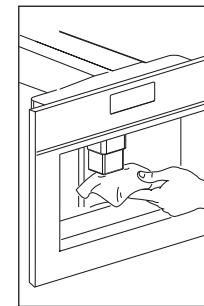

Fig. 36
- ▶ Curățați periodic duzele folosind un burete (Fig. 36).